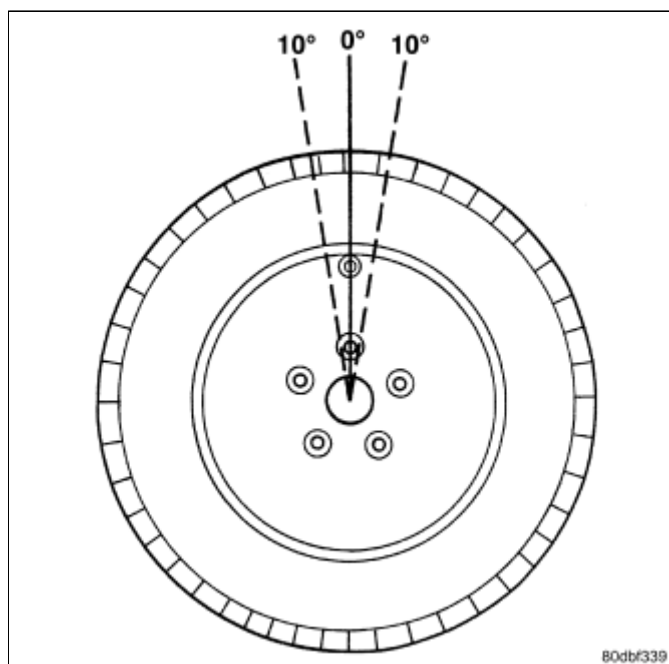

图 1 在排气杆10度范围内，开始安装/拆卸工具。
- 当准备从车轮上拆卸轮胎时，小心地将安装/拆卸工具插入排气杆 $\pm 10^\circ$ 的位置(图 1)，然后将轮胎从车轮上拆卸下来。 在上下胎圈上使用此方法。